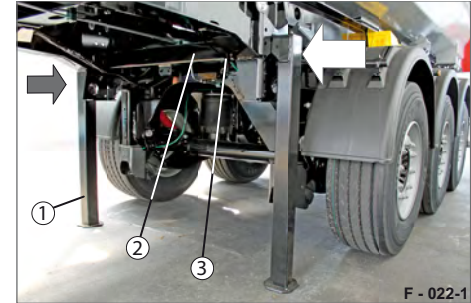

Abb. 31 Steckstützen montiert
- ▶ Stecken Sie die Steckstütze (Abb. 31/1) in das Steckrohr (Abb. 31/2) vorsichtig ein.